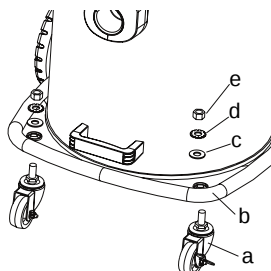

Fig. 5 – Encaixando as rodas dianteiras
- Monte as rodas dianteiras conforme mostra a Fig. 5, seguindo a sequencia: